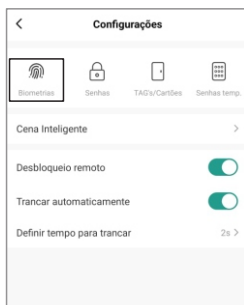

Figura 18
3. Luego, seleccione la opción **"Huellas dactilares"** (figura 18).